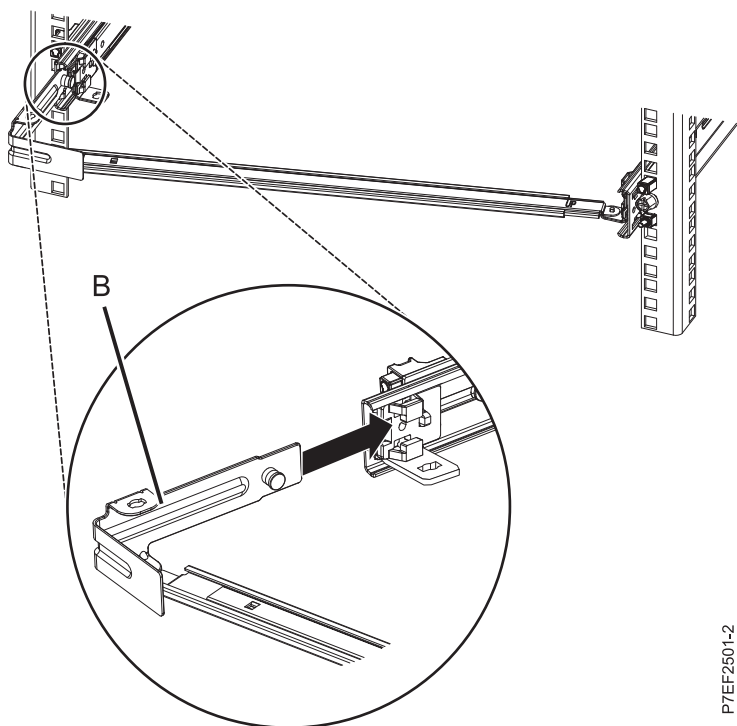

Figura 12. Tendido de la patilla e instalación de la abrazadera en el riel deslizante
4. Conecte la pieza de sujeción de tope de portacables (**B**) a la ranura en la parte interior del lado izquierdo deslizándola en el riel deslizante hasta que el pestillo accionado por resorte quede fijado. Para conocer detalles, consulte la Figura 12.